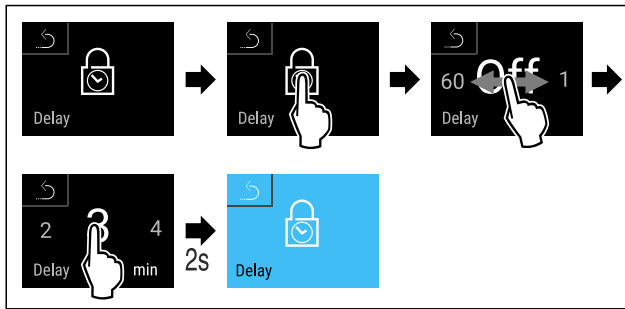

Fig. 85 Pot fi setate următoarele valori: Oprit (fără timp de așteptare) până la 60 de minute; în trepte de 1 minut
- ▶ Efectuați pașii de acțiune (vezi Fig. 85).